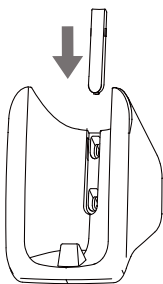

Figura 2.4
2. Insira a cobertura de parafusos na tampa do suporte sobre os parafusos (consulte a Figura 2.4);